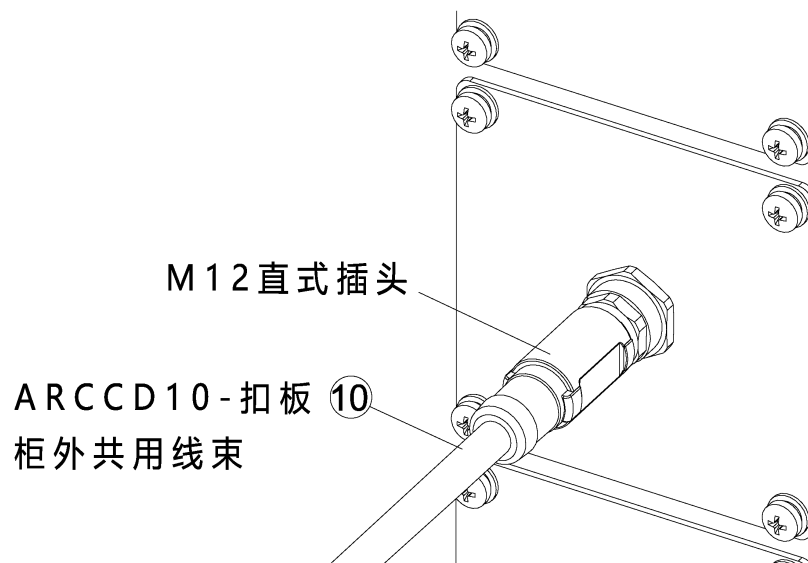

图 21-43 ARCCD10-扣板柜外共用线束接线
步骤6. 将 ⑩ ARCCD10-扣板柜外共用线束带有 M12 直式插头的一端按照三角定位标识接在柜体的 M12 母座接头上，另一端接在 ⑪ 一体式弹簧端子台上，参考图 21-43。